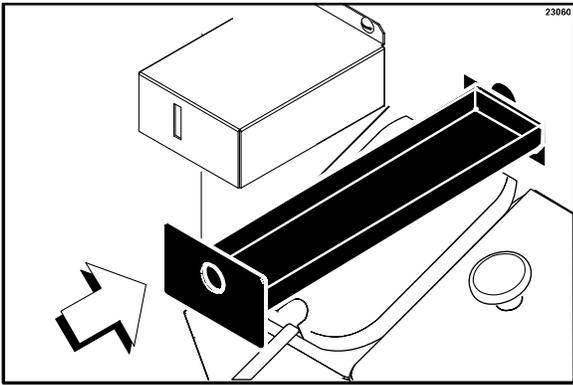

图 65
10. 通过前面板拆卸、清洗并重新安装长滴料盘。（见图 65。）